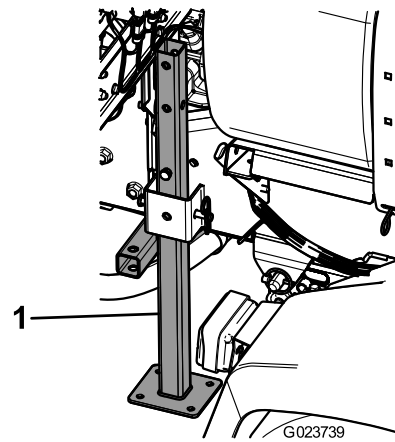

Bild 50
3. Setzen Sie die hinteren Stützböcke von unten in den Rahmen in der Nähe der hinteren Vergurtungsstellen ein (Bild 50).